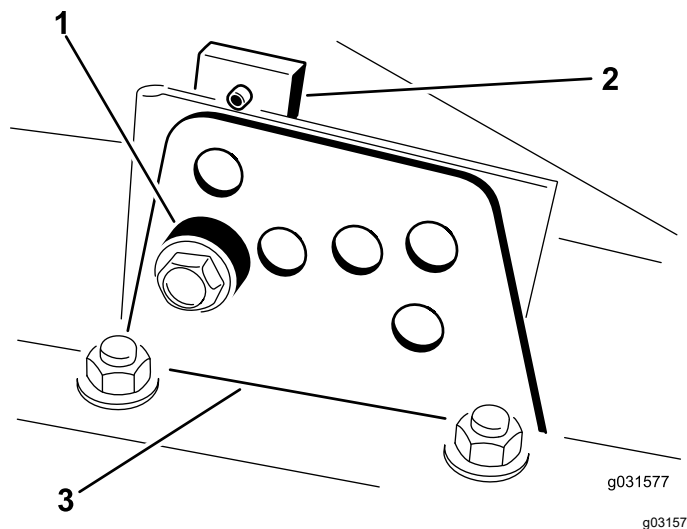

Figura 18
4. Enquanto estiver suportar a câmara, retire o espaçador (Figura 18).
2. Desaperte o parafuso que prende o suporte da altura de corte à placa da altura de corte (frente e de cada lado), conforme se mostra na Figura 18.